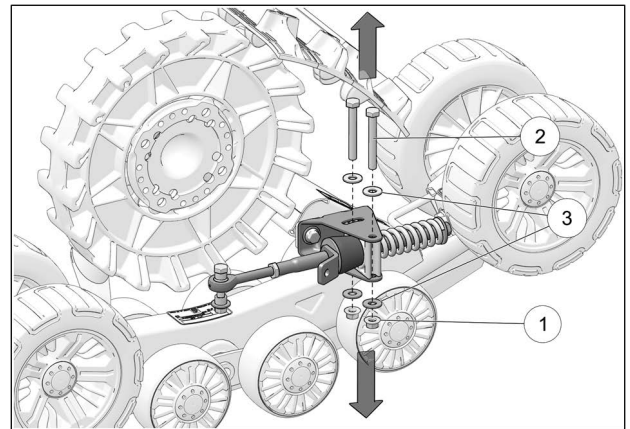

Fig. 12
3. Dévisser les écrous (1) et retirer les boulons (2) et les rondelles (3) qui fixent les bras stabilisateurs aux systèmes avant. Voir la Fig. 12